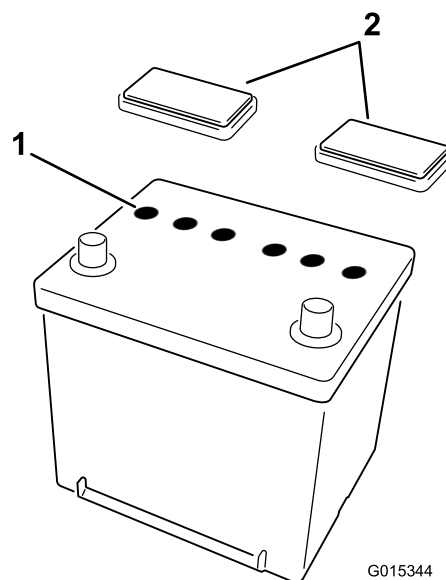

図 1
2. バッテリーの各セルのキャップを外す（図 1）。各セルの電極板が液面下6mm程度に水没するまで、電解液を慎重に入れる。
3. 電極板が液を吸収するまで20～30分間程度待つ。必要に応じて、電極板が6mm程度水没するぐらいに電解液を補充する（図 1）。